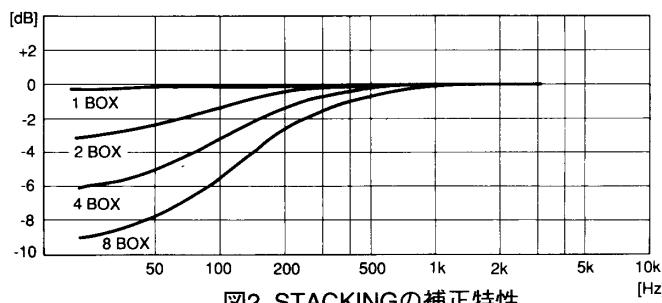

図2. STACKINGの補正特性
- STACKINGスタッキングによる低音域レベルアップの補正の設定 (LF出力で補正、図2参照)